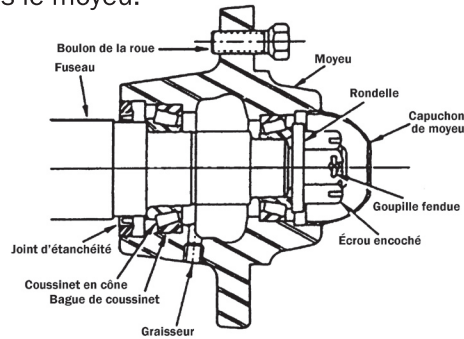

Figure 2
5. Remontez le moyeu et les coussinets (figure 2).